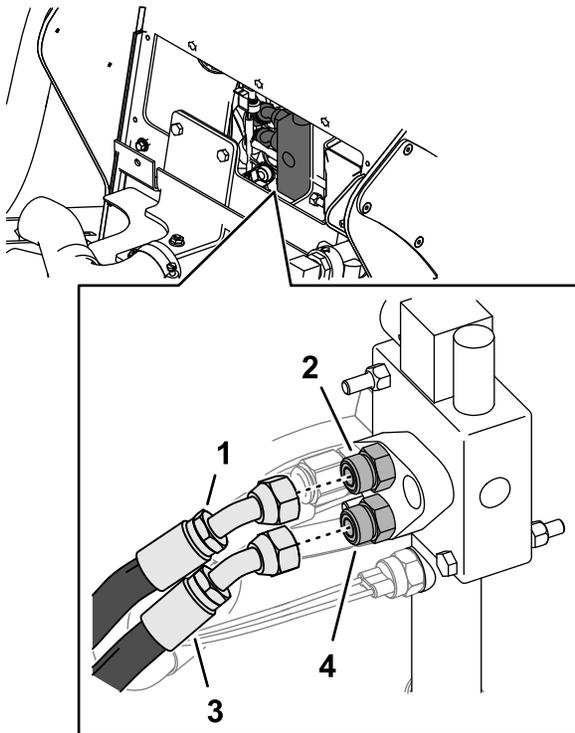

Рисунок 9
1. Пометьте верхний шланг погрузчика надписью «Отверстие В» и снимите шланг со штуцера вспомогательного клапана (Рисунок 9).